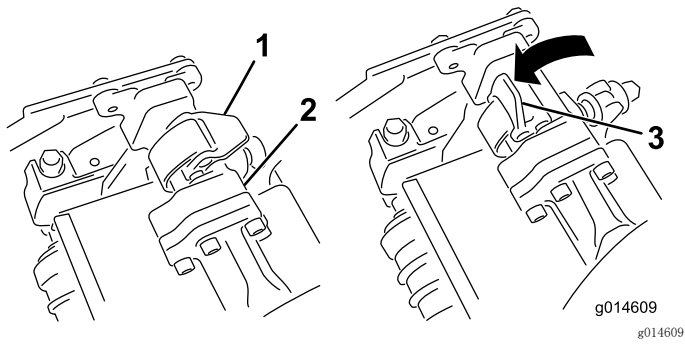

图32
3. 当悬挂臂杆上的闩锁指向上方（即打开）时（图32），向下压悬挂臂，使悬挂臂杆与滚刀组上方的支架相契合（图33）。
4. 向下并绕着滚刀组横杆关闭闭锁，将它们锁定到位（图32）。
4. 打开您正在拆下的滚刀组悬挂臂上的门锁（图32）。